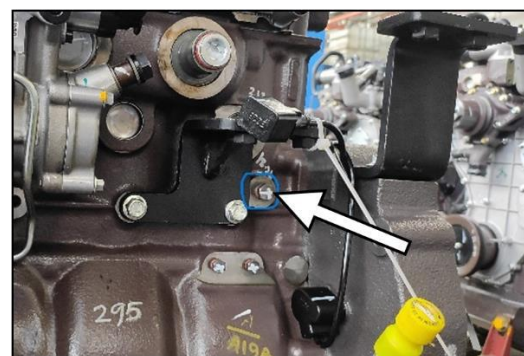

Fig. 278 : BOUCHON DE VIDANGE DU LIQUIDE DE REFROIDISSEMENT
3. Déposer également le bouchon de vidange du bloc-moteur (voir Fig. 278). S'assurer qu'aucune obstruction NE bloque PAS les orifices de vidange pendant l'opération.